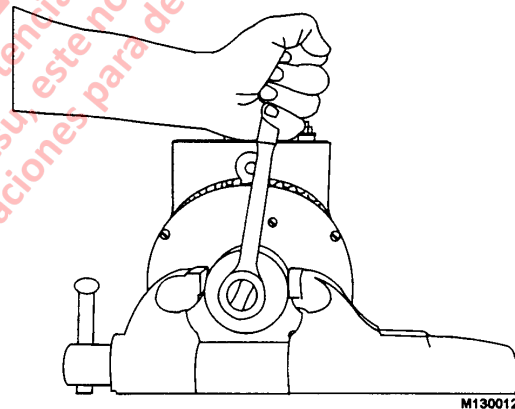

FIGURA 13-8
1. Use una llave de cubo de 15/16" para la tuerca de la polea. Sujete la polea en el perno con mordazas forradas de bronce o aluminio, y suelte la tuerca de la polea (Figura 13-8).